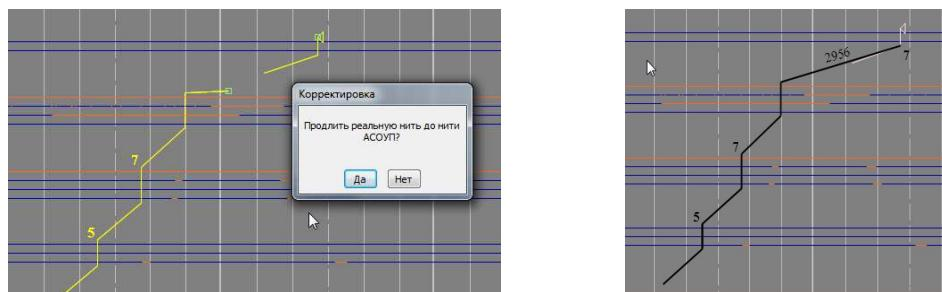

Рис.108. Продление нити до засечки АСОУП.
- В появившемся окне подтвердить продление нити до события АСОУП или отказаться от продления.(см. рис.108).